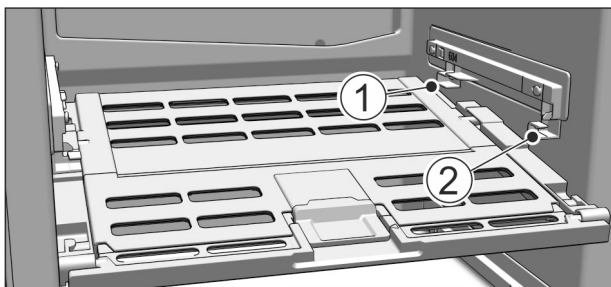

Fig. 48
- ▶ Вставлення кришки відділення Fruit & Vegetable-Safe: вставити поперечні ребра кришки знизу у задній тримач Fig. 48 (1) і зафіксувавши спереду у тримачі Fig. 48 (2).